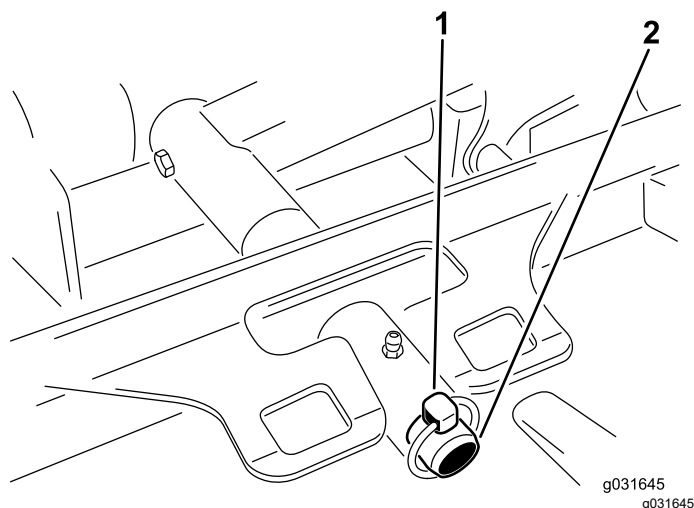

図 69
3. カuttingユニットのキャリアフレームを昇降アームのピボットピンに固定しているリンチピンまたはリテーナナットを外す 図 69。
3. カuttingユニットのキャリアフレームを昇降アームのピボットピンに入れ、リンチピンとリテーナナットで固定する 図 69。